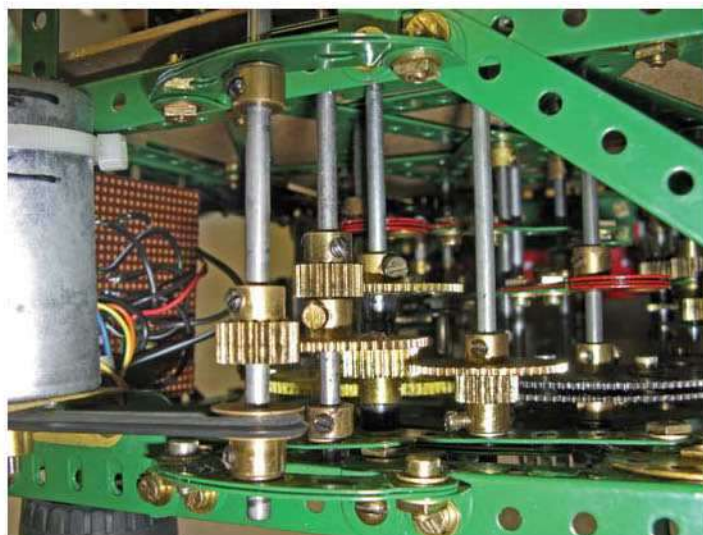

Figure 13 Moteur et réducteur
Des leviers de commande sont installés entre chaque paire de têtes porteuses pour diriger les bobines d'une fourche à une autre. Des poulies folles de 25 mm (22a) montées comme indiqué sur les têtes intermédiaires actionnent automatiquement trois de ces leviers de commutation à gauche, à droite et au centre, (Fig. 7). Les leviers de commande pour les deux têtes des extrémités sont opérés à partir d'excentriques simples (130a) montés sur les tringles des têtes porteuses intermédiaires qui peuvent être vues sur la figure 13. La tresse passe à la verticale par une virole qui l'aplatit (la tresse fait environ 6 mm de largeur) puis sur une roue à boudin (20). Elle est soumise à une traction par un jeu de pignons de serrage entraînés à vitesse constante (Fig. 9) ce qui garantit un tressage uniforme.
La tresseuse est entraînée par un moteur de photocopieur grâce à deux petites courroies (186) montées sur des poulies de 12 mm (23a) et une réduction jusqu'aux doubles roues dentées de 95 dents (27c) montrées sur la figure 13 à droite. Cet entraînement à limitation de couple est indispensable pour préserver le mécanisme, en particulier pendant la phase de démarrage, lorsque le coincement systématique est absolument garanti !